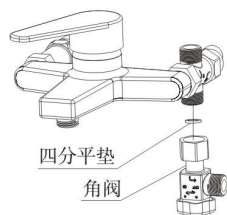
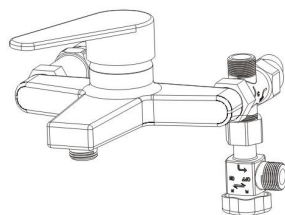

图14角阀
图15装好后的示意图
5、为方便维修，我们建议用户在安装时配备角阀。取出角阀及平垫，将角阀活接端拧紧在冷水接头与自来水水源相通的接头端，注意放置密封平垫如图14所示。装好后的效果如图15所示所示。